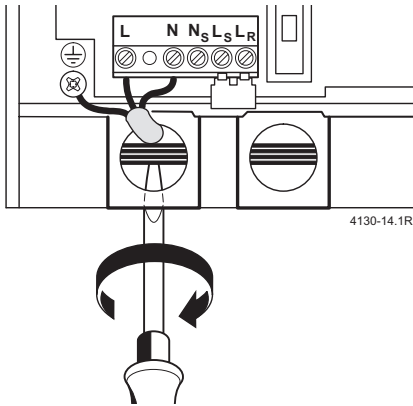

Fig. 12
- ▶ Fare passare il cavo attraverso la guarnizione del passacavo e collegarlo come da fig. 12.